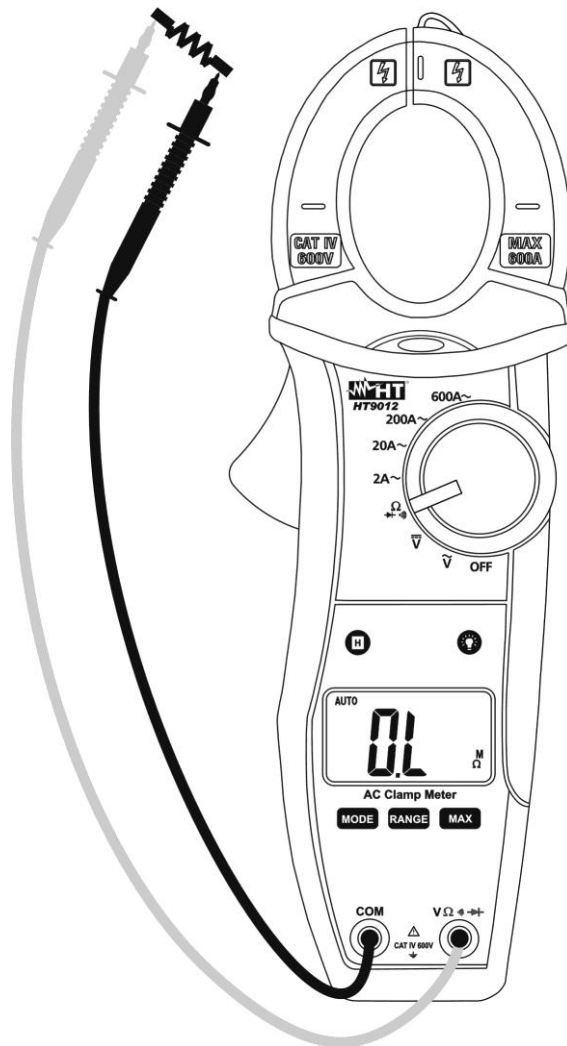

Fig. 6: Uso da pinça para medição de Resistências
4. Colocar as ponteiros nos pontos pretendidos do circuito em exame (ver Fig. 6). O valor da resistência é apresentado no display